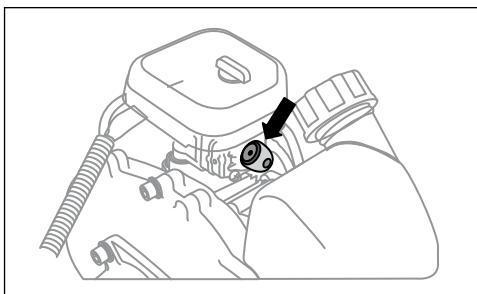

Рис. 11
- Несколько раз нажмите на прозрачный колпачок ручной подкачки топлива (праймер), расположенный между воздушным фильтром и топливным баком, для заполнения карбюратора топливной смесью (рис. 11). При этом сквозь прозрачный колпачок кнопки должна просматриваться подкачиваемая топливная смесь.